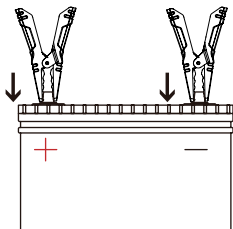

Figura 2.2.1
2. Conecte os grampos aos terminais correspondentes da bateria, ou seja, o grampo vermelho ao positivo (+) e o grampo preto ao negativo (-). Consulte a Figura 2.2.1.